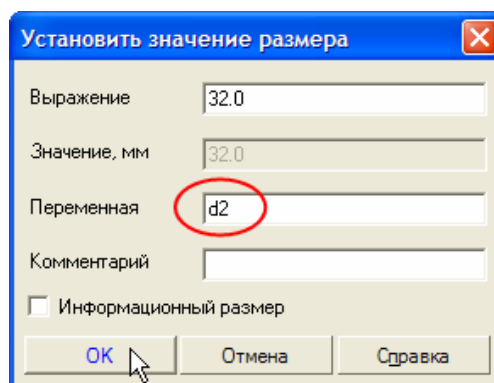

Рисунок 65.
- Проставьте диаметральный размер к осевой окружности (желтая стрелка) и присвойте ему имя переменной d2. Значение в поле **Выражение** оставьте без изменений – это текущий диаметр осевой окружности (рис.65).